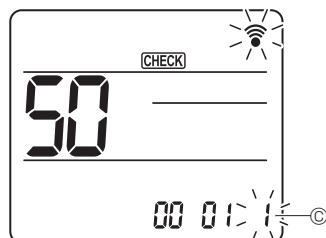

Fig. 6-19
- ④ Επιλογή του αριθμού ρύθμισης
Χρησιμοποιήστε το κουμπί [01] για να αλλάξετε τον αριθμό ρύθμισης ④. (Fig. 6-19)